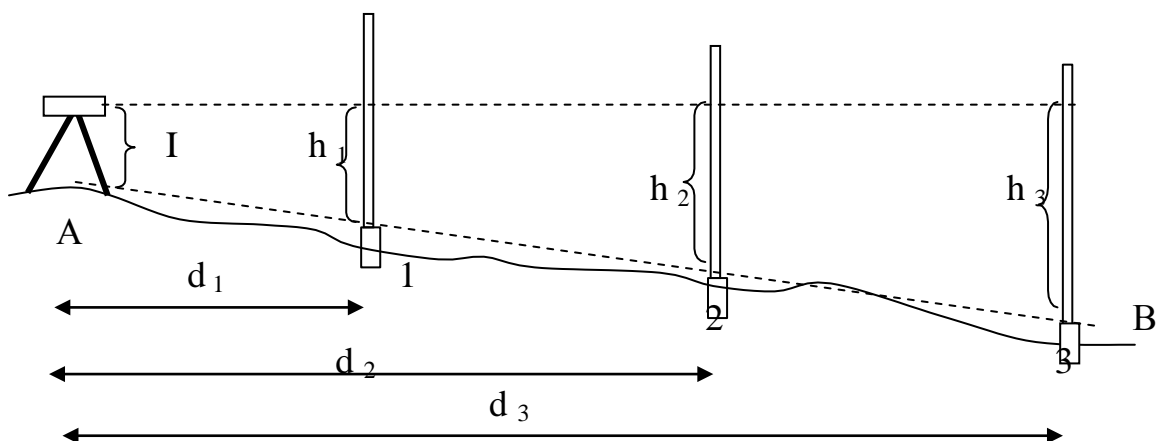

Рис. 21. Схема перенесения на местность линии заданного уклона
- 1) установить нивелир в рабочее положение над начальной точкой линии (рис. 21);
По трассе прокладывается нивелирный ход (рис. 21). Расстояние от нивелира до реек (плечо) при техническом нивелировании допускается до 120 м, неравенство плеч на станции не должно превышать 10 м. *Репер* (Рп) – исходная точка, высота которой известна. Точки ПК0 и ПК2, через которые происходит последовательная передача высот, являются *связующими точками*. Их отметки вычисляются через превышения. Точки ПК1, ПК3, ПК3+80 – *промежуточные точки*, их отметки вычисляют через горизонт прибора ГП. *Горизонт прибора* – это отметка визирной оси зрительной трубы. На станции точка считается *задней*, если ее отметка известна или может быть вычислена, *передняя* точка – это точка определяемая.